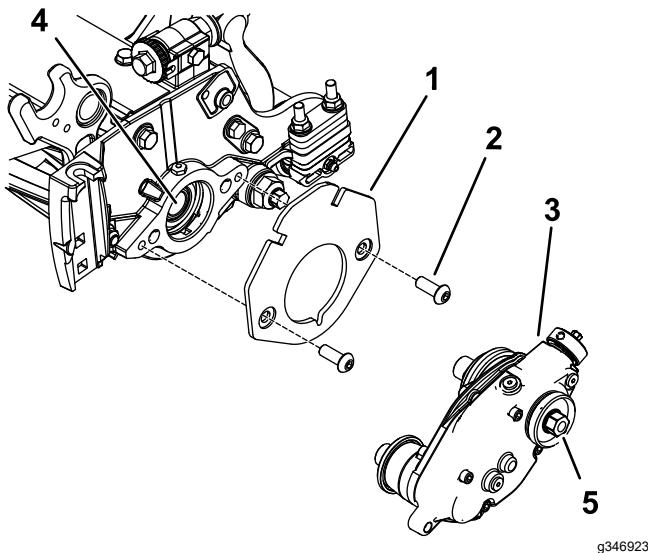

Bild 8
- Befestigen Sie die Ballasthalterung mit zwei Sechskant-Halbrundkopfschrauben ($\frac{3}{8}$ " x $\frac{3}{4}$ ") an der Spindel, wie in Bild 8 abgebildet.
3. Tragen Sie Gewindesperrmittel mittlerer Stärke (z. B. Blue 243 Loctite®) auf das Gewinde der inneren Spindelwelle auf (Bild 8).
4. Befestigen Sie den Groomerantrieb mit der Sechskantschraube am Groomerantrieb an der Spindelwelle (Bild 8).